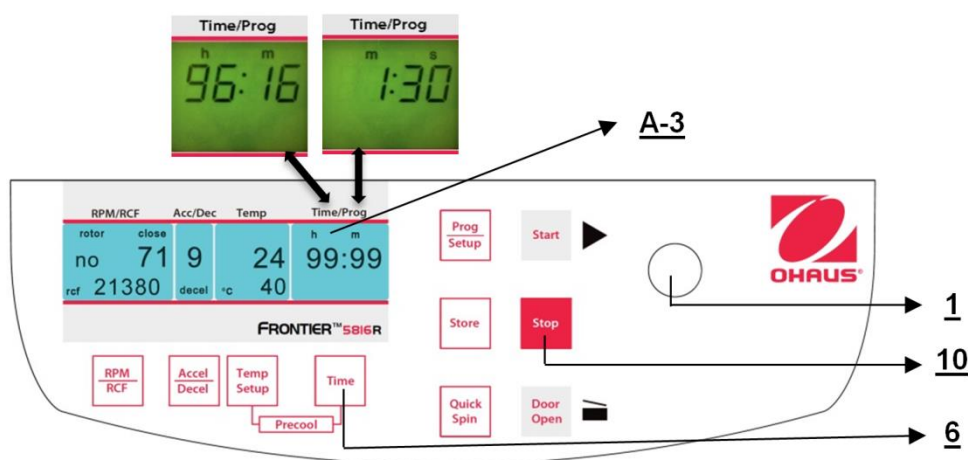

Figure. 17
3. Le fonctionnement en continu "**cont**" peut être interrompu avec la touche "**Stop**" (10) (voir la figure 17).
L'affichage présente toujours la durée de fonctionnement restante. (Voir la figure 17)